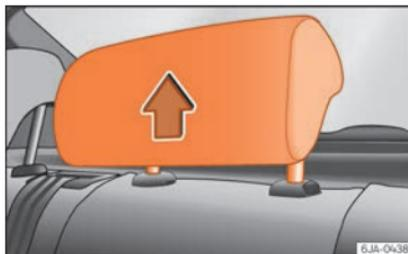

Fig. 75 Poggiatesta in posizione di utilizzo.
- Tre posizioni di utilizzo »» fig. 75. In queste posizioni il poggiatesta agisce come un poggiatesta convenzionale, assumendo, assieme alla cintura di sicurezza, una funzione di protezione per i passeggeri dei sedili posteriori.